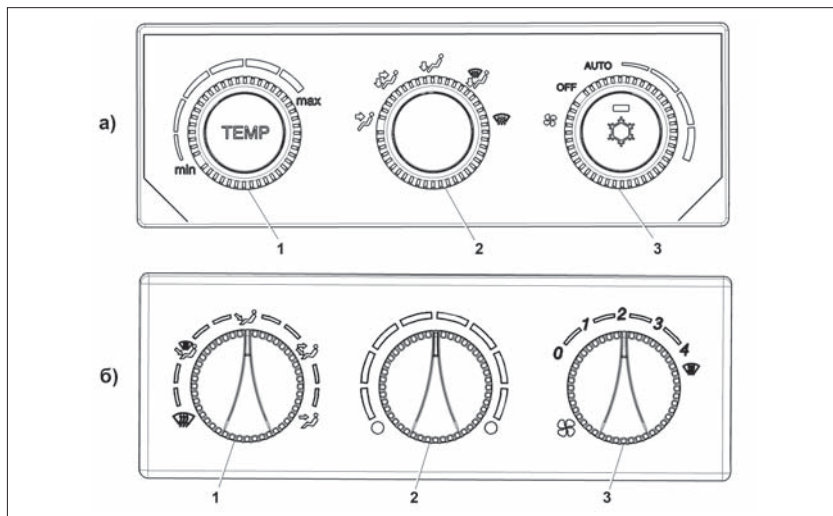

Рис. 69. Переключатели:
- 6 – поворотные переключатели системы автоматического управления климатической установкой (**в варианте исполнения** – системы автоматического управления отопителем), см. рис. 69;
8 – контроллер системы автоматического управления климатической установкой (рис. 69):
**9** – контроллер системы автоматического управления отоплением (**в варианном исполнении**), рис. 69б:
Управление распределением воздуха в салоне (рис. 69) имеет следующие обозначения:
– переключатель «1» (рис. 69б) установить в положение  для удаления запотевания или обмерзания;
- переключатель «1» (рис. 69б) установить в положение ;
Для размораживания стекол в холодное время года необходимо переключателем «2» (рис. 69б) установить максимальную температуру подаваемого воздуха и включить переключатель «3» в одно из минимальных положений, например, режим «1». По мере прогрева двигателя установите переключатель «3» в положения «2» или «3».